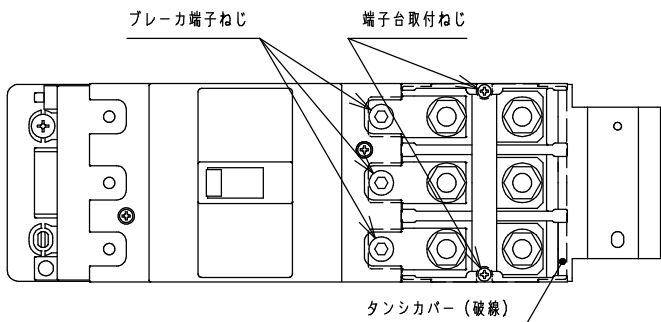

図12
- ① プレーカの端子台側端子ねじ及び端子台取付ねじを外し、端子台を取外す。(図12)
- ② プラグインユニット付プレーカ 250AF以下の場合と同様の手順でプレーカの取外し及び取付けを行う。(P.1参照)
- ③ プレーカの負荷側に端子台を取付け、端子台取付ねじ(2ヶ所)を表1の締付トルク一覧表の値で締付ける。
- ④ プレーカの端子台側端子ねじを表1の締付トルクの値で締付ける。